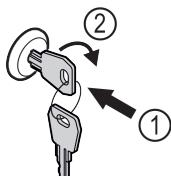

Fig. 144 Примерное изображение
- Вставьте ключ Fig. 144 (1).
- Поверните ключ на 90° по часовой стрелке Fig. 144 (2).